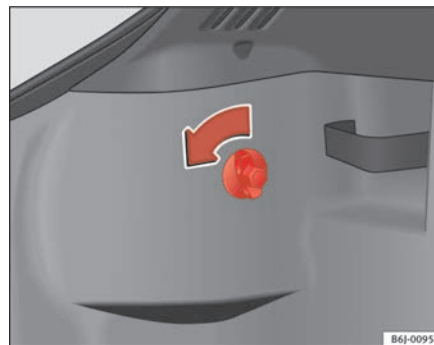

Fig. 155 Accesso ai fanali posteriori
- Ruotare la vite nel senso della freccia con la mano o aiutandosi con un cacciavite ⇒ fig. 155.
- Togliere il connettore dall'alloggiamento **A** ⇒ pag. 238, fig. 155.